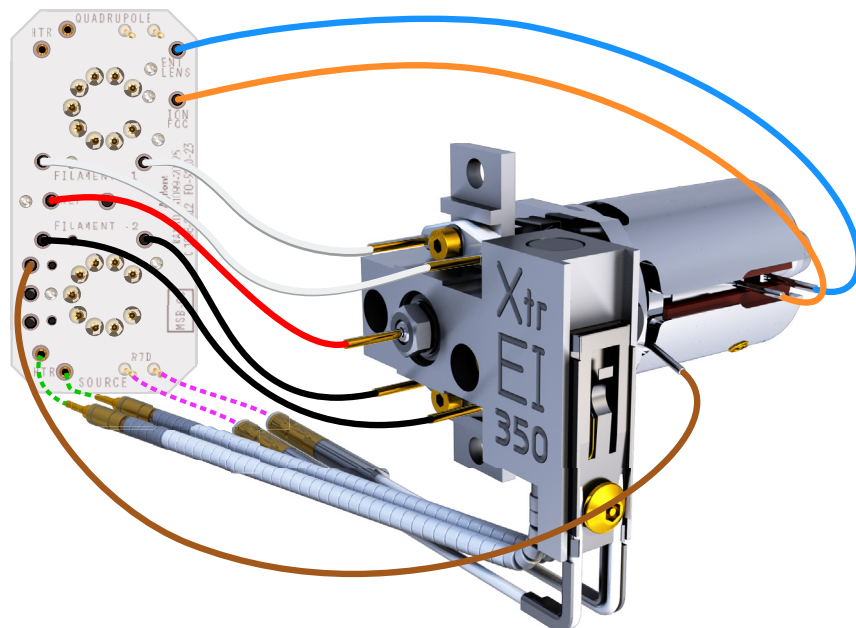

图 57 EI XTR 源的配线
- 1 使用镊子或咀钳连接 / 断开离子源接头上的陶瓷离子源板引线。(请参阅图 57。)